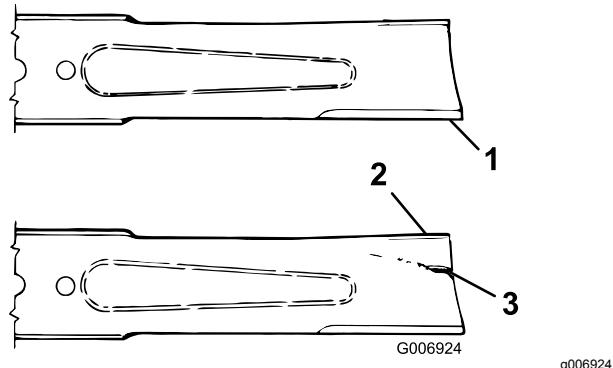

図 97
- ブレードの切っ先を注意深く観察、特に、直線部と曲線部が交わる部分をよく観察する図97。
- 磨耗が進んでいる場合図97には、ブレードを交換する ブレード回転面の管理 (ページ 62) を参照。